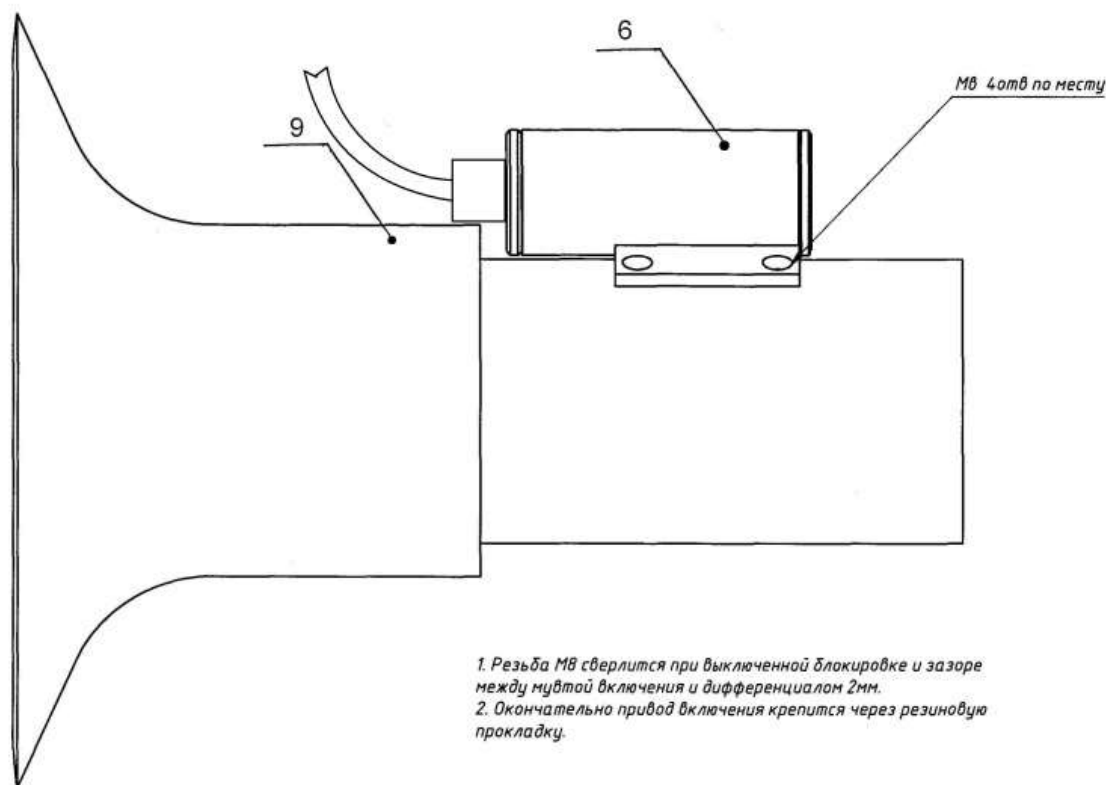

Рис. 3.
5.5. Корпус привода 6 приваривается(прикручивается) на чулок моста 9 в соответствии с рис.3.